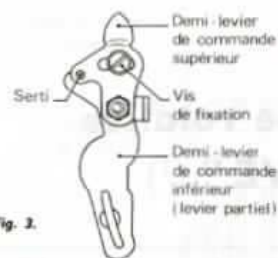

Fig. 3.
(1) Les pompes actuelles sont équipées de leviers en deux parties, sertis après réglage au banc (voir fig. 3).